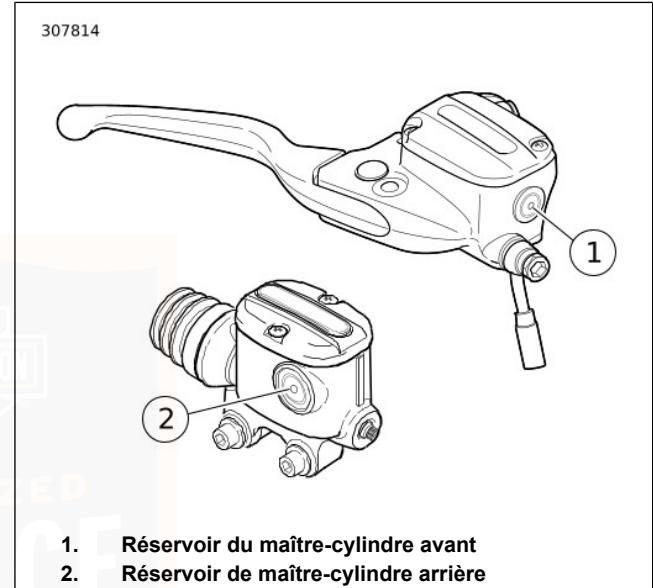

Figure 64. Repères minimums de la jauge à vitre
2. Voir Figure 64. Observer la jauge à vitre du réservoir. Le niveau de liquide doit être au moins au niveau du repère minimum sur le regard. Si le niveau du liquide est au-dessous du repère minimum, consulter un concessionnaire Harley-Davidson.